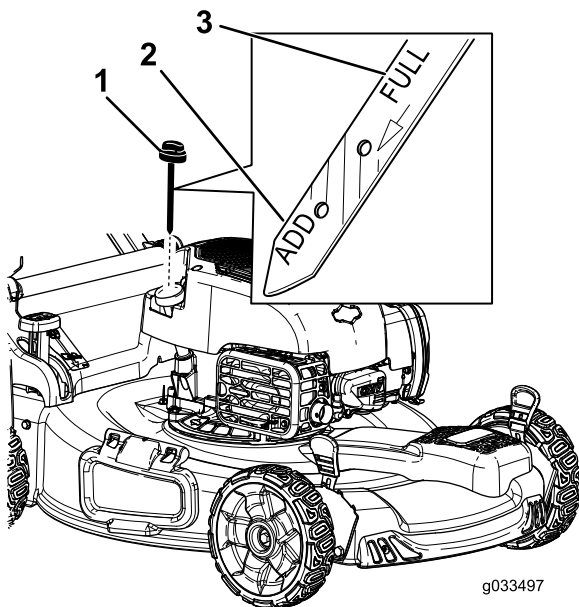

Figura 25
3. Girate il tappo in senso antiorario ed estraete l'asta di livello (Figura 25).
10. Controllate il livello dell'olio sull'asta (Figura 25).